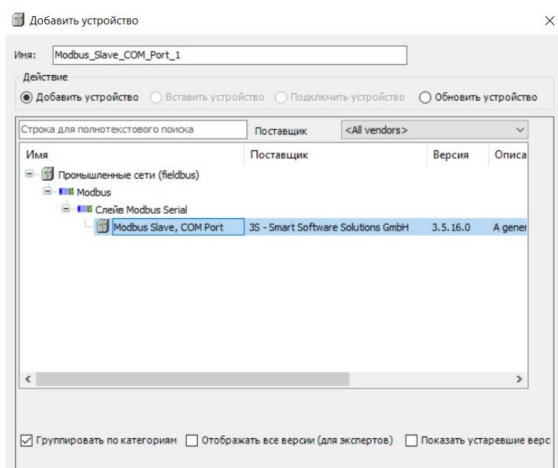

Рис.14 Добавление слейв-узлов.
3. Затем Пользователю нужно добавить слейв-узлы, которые предполагается опрашивать. Далее Пользователю необходимо нажать правой кнопкой мыши на объект "Modbus\_Master\_COM\_Port (Modbus Master, COM Port)" в дереве проекта и выбрать "Добавить устройство...". В директории "Промышленные сети (fieldbus) > Modbus > Слейв Modbus Serial" нужно выбрать объект "Modbus Slave, COM Port" и двойным щелчком добавить его в дерево проекта (Рис. 14). Далее Пользователю необходимо закрыть окно добавления устройств.